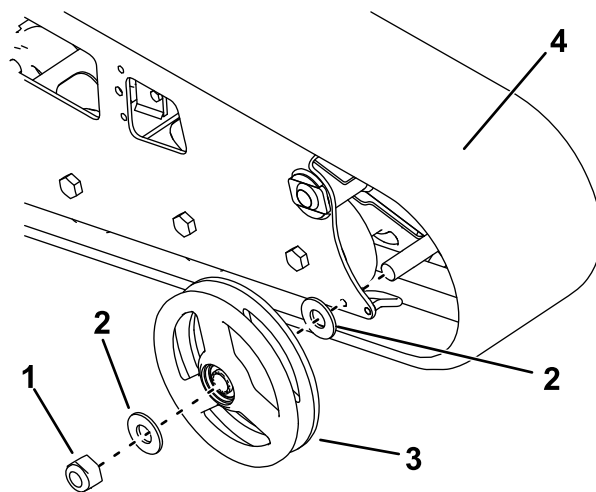

Figura 66
7. Retire la tuerca que fija la rueda delantera exterior y retire la rueda (Figura 66).
8. Retire la oruga (Figura 66).
9. Retire las 2 arandelas grandes de las ruedas exteriores, 1 de cada lado de cada rueda (Figura 66).
12. Instale la oruga nueva (Figura 66).
13. Instale la rueda delantera exterior y fíjela con la tuerca que retiró anteriormente (Figura 66).